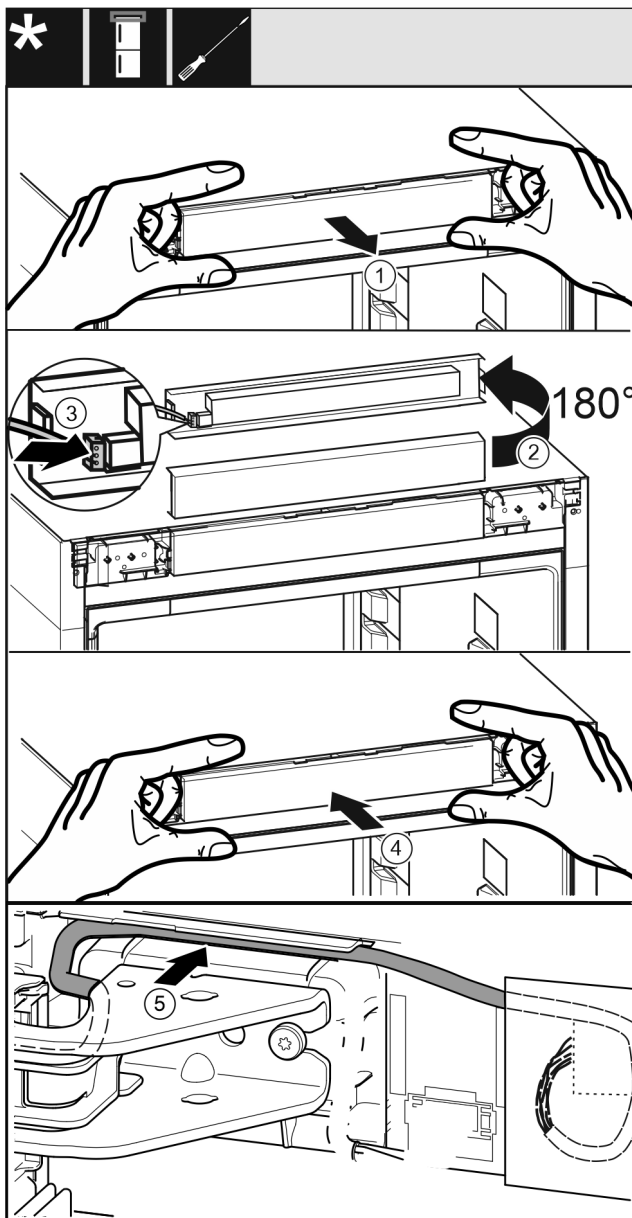

Fig. 43
- ▶ Ta forsiktig ut betjeningsdekselet. Fig. 43 (1)
- ▶ Drei dekselet oppover med 180°. Fig. 43 (2)
- ▶ Sett inn støpselet på betjeningdeldekselet. Fig. 43 (3)
- ▶ Sett inn betjeningsdekselet på apparatet igjen. Fig. 43 (4)
- ▶ Legg den grå kabelen forsiktig inn i føringen over øvre lagerbukk Fig. 43 (5).